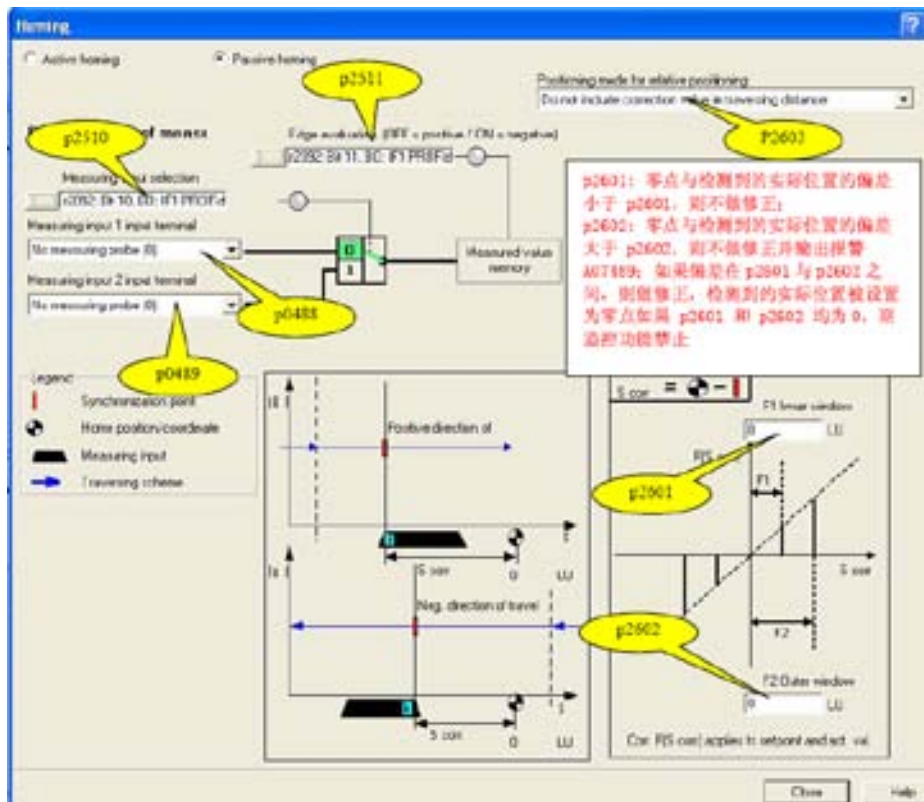

图 73. 被动回零参数设置
- 首先参考图 73 设置参数；p2511 (0: 快速输入上升沿有效；1: 快速输入下降沿有效)；p2510 设置为 0 时表示通过参数 p0488 选择的快速 I/O 有效，设置为 1 时表示通过参数 p0489 选择的快速 I/O 有效)。